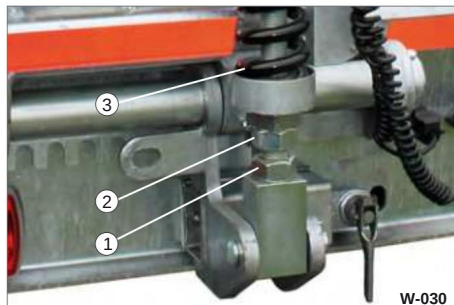

Fig. 34 Fjeder, fabriksindstilling
Løsn låsemøtrikken (SW 56) (Abb. 34/2).
• Drej justeringsskruen (fig. 34/1) mod uret.